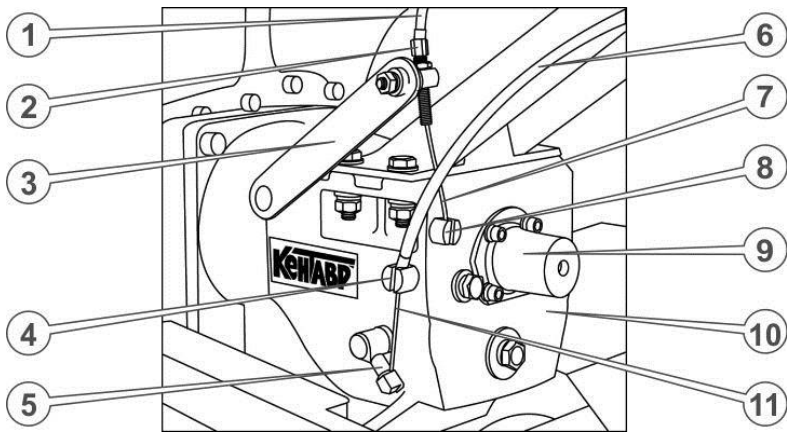

Рисунок 8. – Регулювання тросів ліворуч
29. Приєднати трос управління подачі палива, що йде від важеля на правій рукоятці керма. Для цього видалити пластикові фіксатори на коромислі механізму управління подачею палива, вставити сорочку троса в гніздо корпусу важеля регулювання подачі палива до упору, вставити трос в отвір регулювального гвинта (див. рис. 8.), а потім в отвір фіксатора на коромисло механізму управління подачею палива й закріпити.
30. Приєднати трос механізму аварійної зупинки двигуна, що йде від важеля на лівій рукоятці керма. Для цього зняти з троса фіксатор і відкласти його в бік, розблокувати клавішу й підняти її вгору, вставити сорочку троса в гніздо корпусу клавіші до упору, вставити трос в отвір регулювального гвинта (див. рис. 8.), а потім в отвір важелі механізму блокування двигуна, надіти й закріпити фіксувальний затискач.